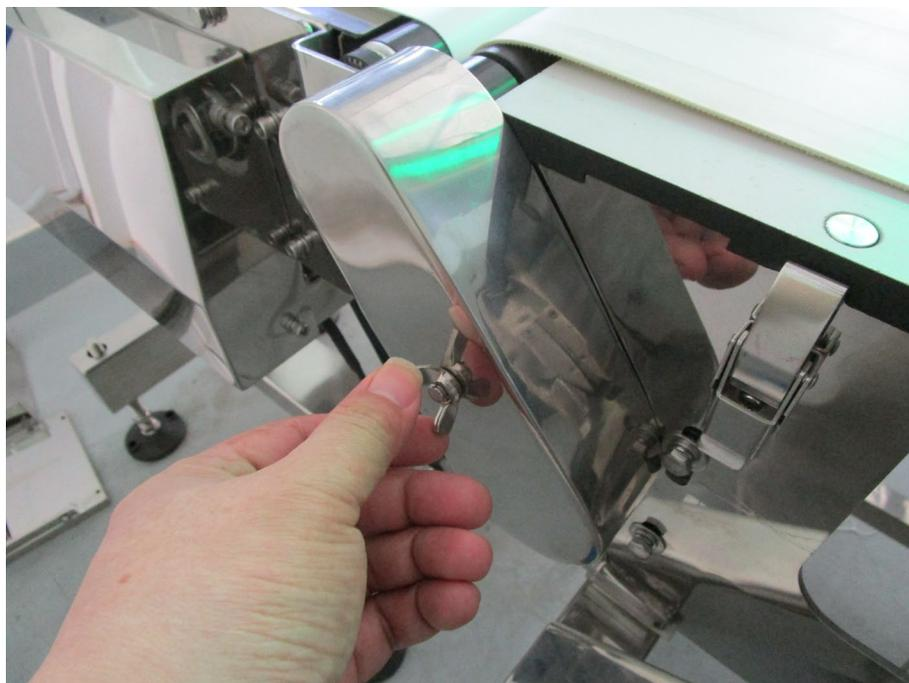

图 4-13 安装罩壳
6) 输送带调节完毕后，安装好同步带罩壳（图 4-13），注意不要擦碰转动部位。